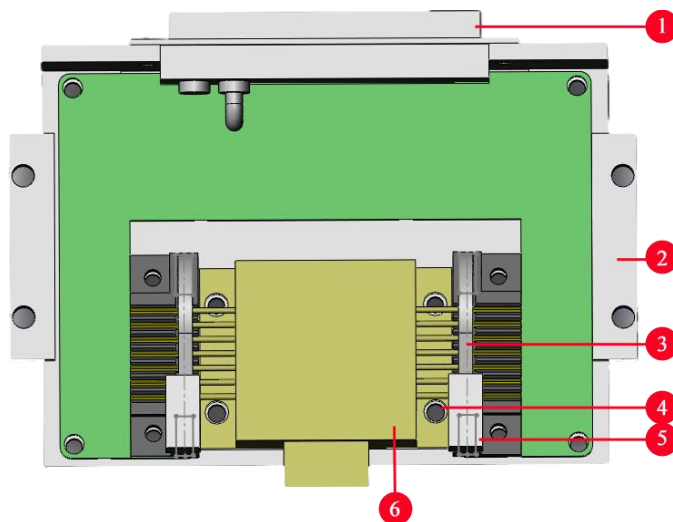

图 3.2 激光二极管夹持器
3) 取激光二极管参数手册，确认激光二极管引脚顺序，如图 3.2 所示；